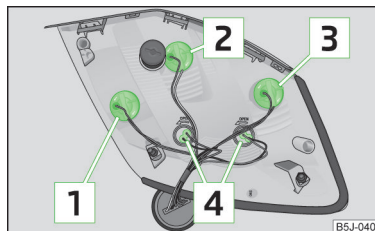

Abb. 163
Glühlampenordnung » Abb. 163.
- › Zum Wechseln der Glühlampe die Lampenfassung bis zum Anschlag **entgegen dem** Uhrzeigersinn drehen und aus dem Gehäuse herausnehmen » Abb. 163.